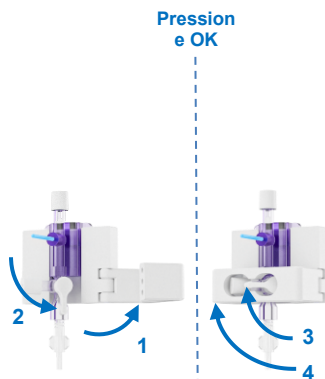

Figura 23 Zeragem do sensor de pressão
- Abra o suporte do sensor de pressão para acessar a válvula do sensor de pressão (Figura 23; etapa 1). Conforme as instruções no visor, gire a válvula do sensor de pressão para baixo para abrir o sensor e medir a pressão atmosférica (etapa 2).
- Gire a válvula do sensor de pressão de volta para a posição horizontal (veja a Figura 23; etapa 3) e feche o suporte do sensor de pressão para proteger a válvula contra abertura accidental (etapa 4). Pressione OK na unidade de bomba para continuar.
- Caso o Kidney Assist não consiga determinar se o sensor de pressão está conectado corretamente ao circuito de perfusão, verifique se a válvula do sensor de pressão está na posição horizontal (Figura 23, etapa 3). Pressione OK se a válvula do sensor de pressão estiver na posição horizontal.